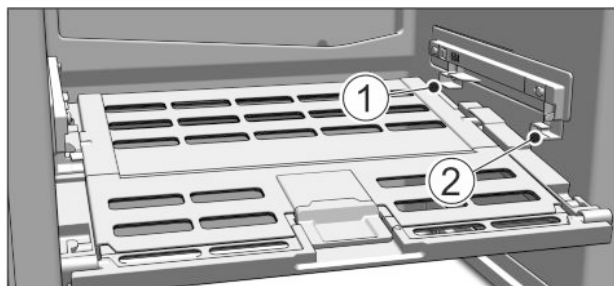

Fig. 74
- ▶ Mettre en place le couvercle du compartiment Fruit & Vegetable : Introduire les rainures du couvercle en bas dans le support arrière Fig. 74 (1) et les insérer dans le support Fig. 74 (2).